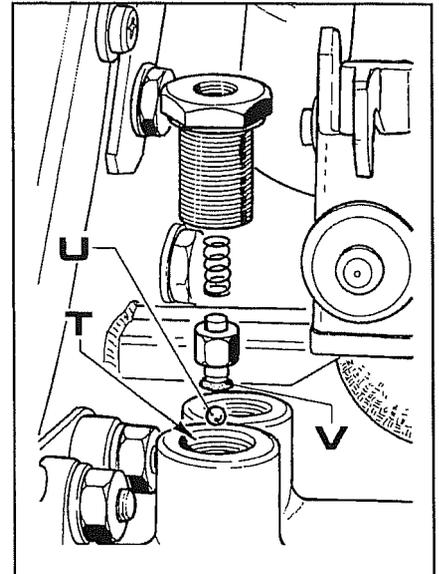
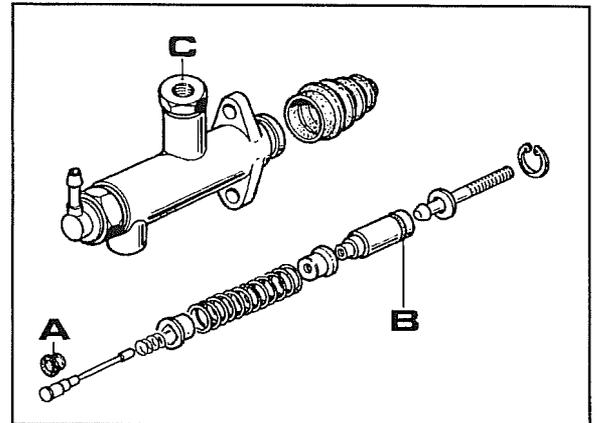

Fig. 5
Fig. 8
- 2 La fig.5 muestra los componentes de una de las dos válvulas. Controlar que no existan impurezas entre la sede **T**, la bola **U** y el anillo **V**. Controlar también la integridad del anillo **V** y si es necesario cambiarlo.
- e. La fig.8 muestra los componentes de una de las dos bombas. Controlar que no existan impurezas y controlar el buen estado del anillo **A**, que puede provocar pérdidas internas en el circuito.
- f. En caso de sustitución es aconsejable montar la serie completa de los anillos, constituida por las piezas **V** fig.5 y **A-B** fig.8.
- 2 Desmontar la bomba como se ve en la fig.8.